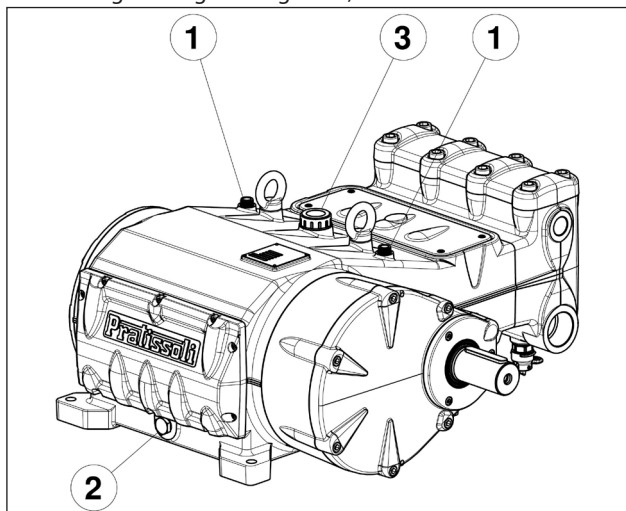

Abb. 3
Überprüfen Sie den Ölstand über die Messstäbe mit min. sowie max. Markierungen ①, Abb. 3.
Füllen Sie bei Bedarf über den Ölverschluss ③, Abb. 3 nach.
Die Ölstandprüfung hat mit der Pumpe auf Umgebungstemperatur zu erfolgen, für den Ölwechsel soll die Pumpe dagegen auf Betriebstemperatur sein. Entfernen Sie dazu den Verschluss Pos. ②, Abb. 3.